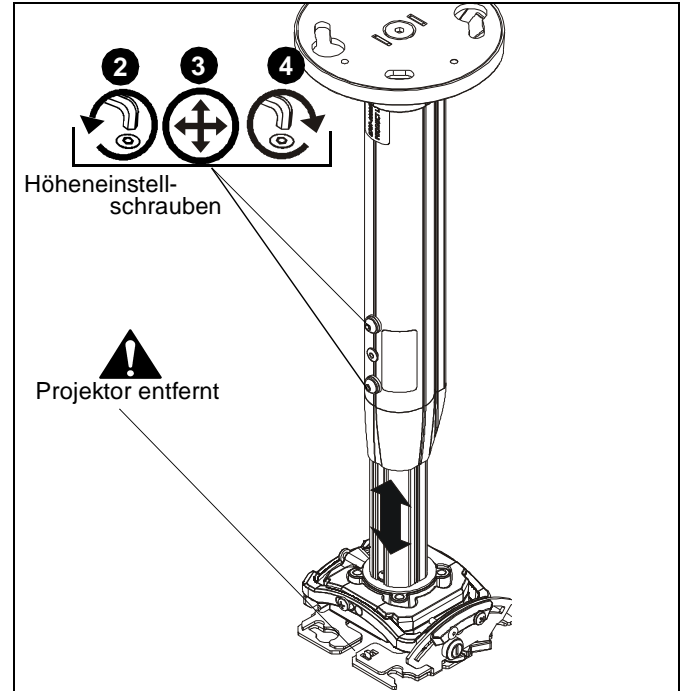

Abb. 20
2. Lockern Sie die Höheneinstellschrauben. (Siehe Abb. 20)
3. Stellen Sie die Höhe wunschgemäß ein, wobei Sie die Projektorhalterung festhalten müssen. (Siehe Abb. 20)
4. Ziehen Sie die Höheneinstellschrauben fest. (Siehe Abb. 20)